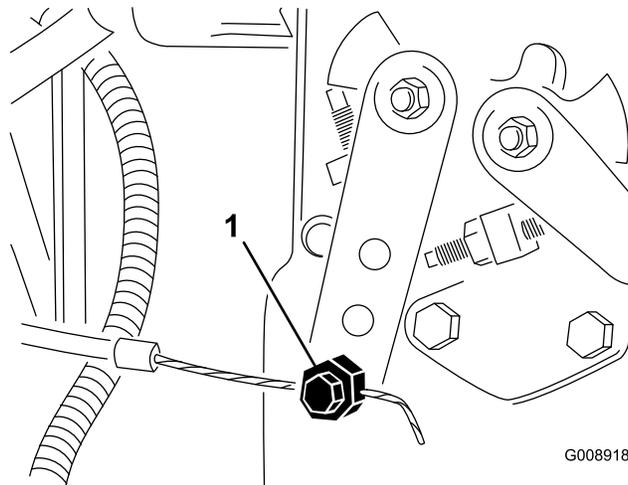

Figura 55
- Desaperte o dispositivo de ligação do cabo do regulador na alavanca da bomba de injeção (Figura 55).